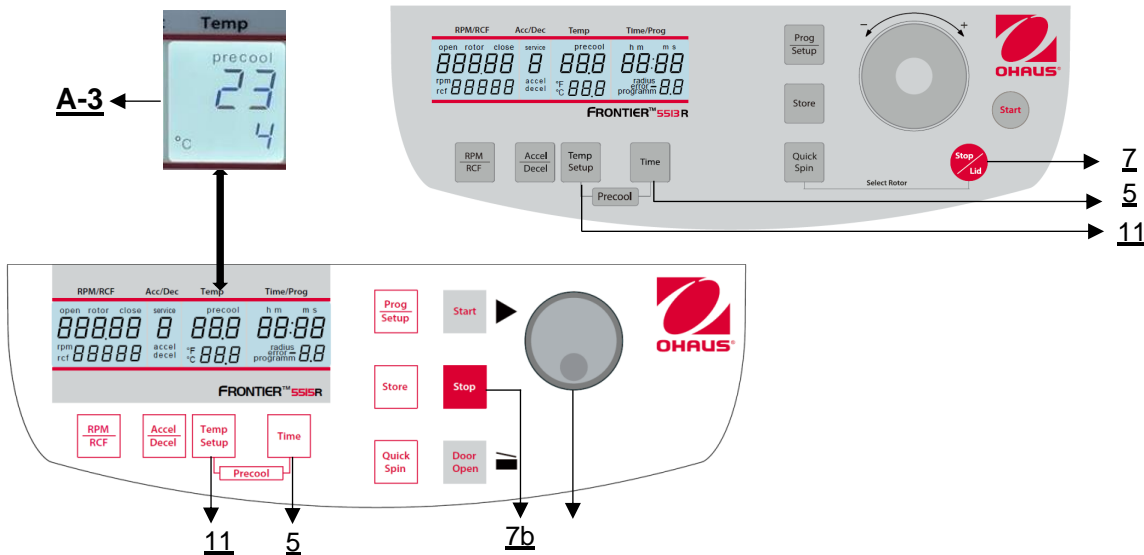

Figure 16
Si les échantillons sont sensibles à la température, il est utile de pré-refroidir la centrifugeuse, le rotor et éventuellement les godets à la température de travail requise. Pour ce faire, insérer le rotor désiré et régler la température correspondante. En appuyant simultanément sur les touches "**Temp/Setup**" (11) et "**Time**" (5), vous pouvez démarrer la centrifugation (**Figure 16**). En cours de fonctionnement, l'appareil choisit automatiquement une vitesse de rotation équivalente à 30 ou 50 % de la vitesse de rotation autorisée pour le rotor concerné (en fonction du rotor). Lorsque la température prédéfinie est atteinte, vous pouvez quitter le cycle de prérefroidissement en appuyant sur la touche "**Stop**" (7b) ou "**Stop | Lid**" (7).